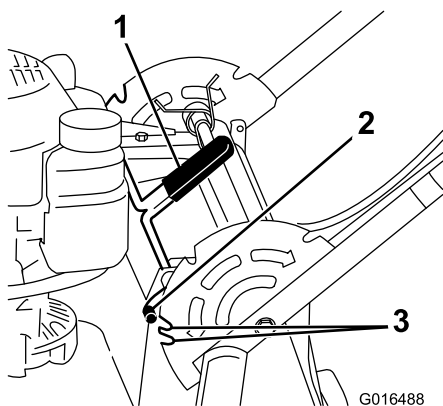

Figura 18
1. Tire hacia atrás de la palanca de bloqueo para desenganchar las clavijas de bloqueo del manillar (Figura 18).
2. Gire el manillar y alinee la muesca deseada del soporte del manillar con las clavijas de bloqueo del manillar; consulte Figura 18.